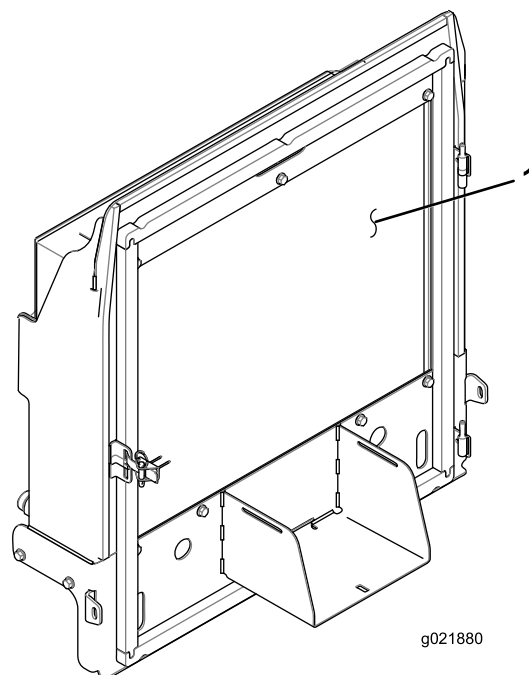

Figura 143
4. Curăai temeinic cu aer comprimat ambele laturi ale răcitorului de ulei/radiatorului (Figura 143).